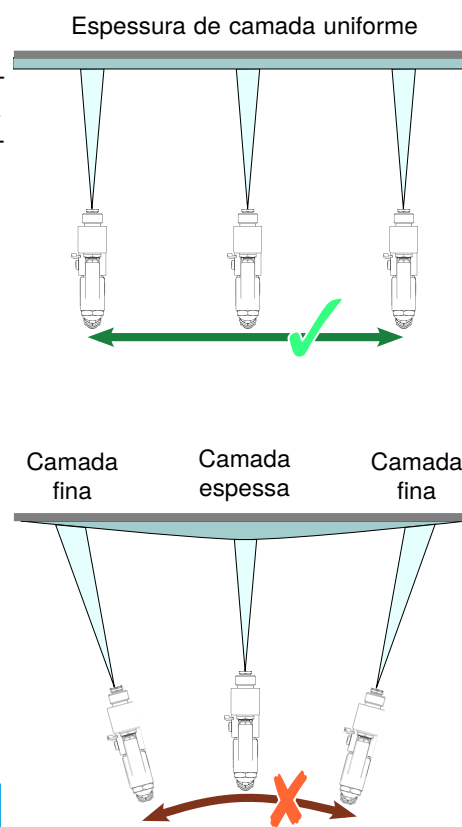

Fig. 18: Direção da pistola de pintura
- ▶ Assegurar que a velocidade do movimento é uniforme e orientar a pistola de pulverização paralelamente à superfície de revestimento. A agitação da pistola de pulverização provoca revestimentos irregulares (Fig. 18).